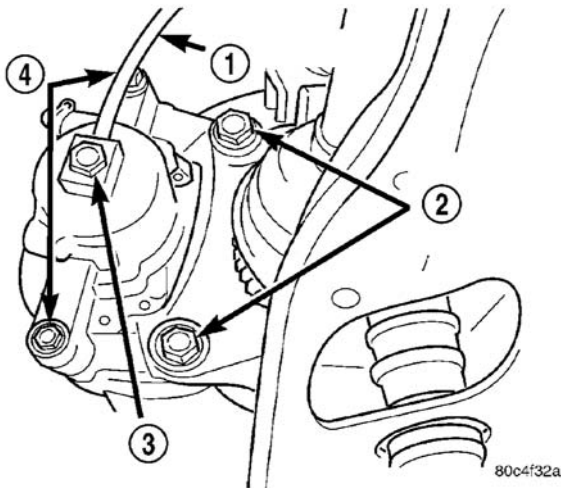

图 22 制动钳安装（典型形式）
- （3）卸下两个制动钳导向销螺栓（图 22）。
- （4）将制动钳导向销螺栓孔与导向销对准。安装制动钳导向销螺栓，并将其拧紧至 $35 \text{ N} \cdot \text{m}$ （26 ft.lbs.）的扭矩（图 22）。